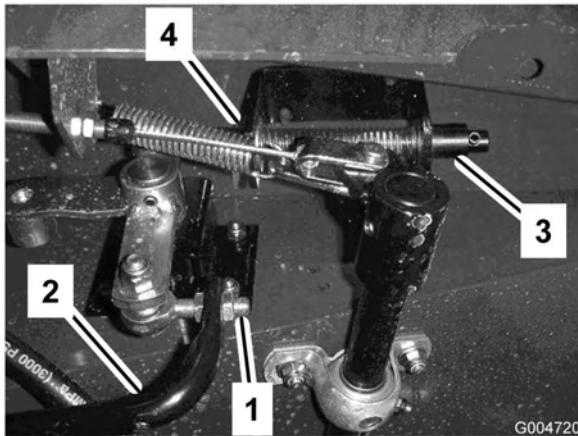

Bild 68
3. Lockern Sie die Klemmmuttern am Stangenende und stellen die Länge der Fahrpedalstange (Bild 68) so ein, dass das Pedal den Anschlag kurz vor dem Zeitpunkt erreicht, zu dem der Pumpenhebel seinen vollen Ausschlag erreicht. Ziehen Sie dann die Klemmmuttern fest.